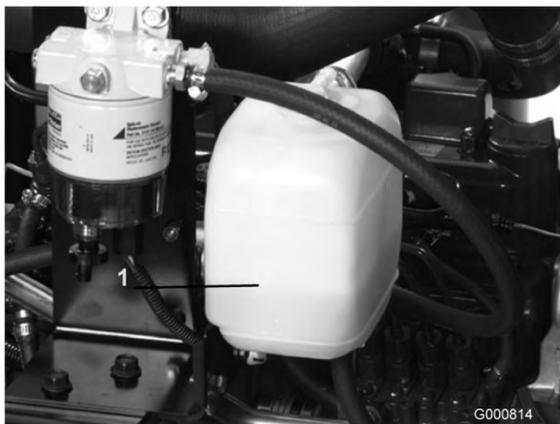

Figura 19
1. Retire cuidadosamente as tampas do radiador e do depósito de expansão (Figura 19).
2. Verifique o nível de líquido de arrefecimento no radiador e no depósito de expansão (Figura 19).